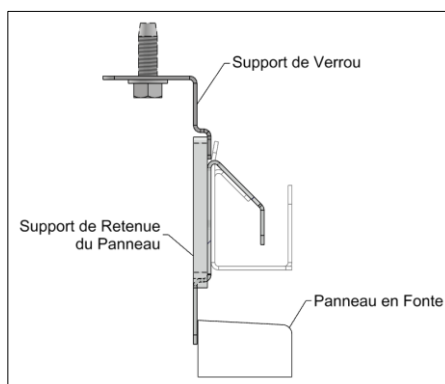

Figure 7-4 : Support de verrou pour panneau en fonte
- j) Réinstaller les panneaux en fonte (2X) et les supports de verrou (2X). Voir la Figure 7-4 pour l'installation correcte des supports de verrou.
- Réinstaller le support de verrou pour fixer sécuritairement le panneau en fonte. Voir la Figure 7-4.